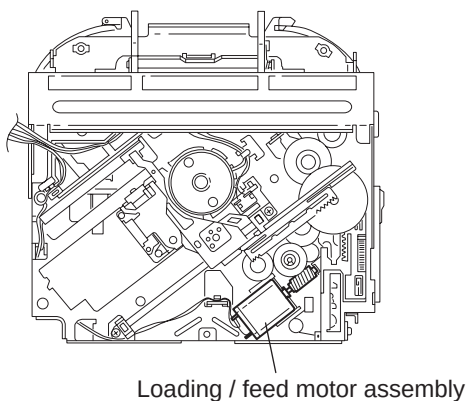

図11
■LOADING / FEED MOTOR組立の外し方 （図11, 12参照）
（注意）組み付けの際にはLOADING / FEED MOTOR組立からのワイヤーを図11のようにフレームに取り付けてください。